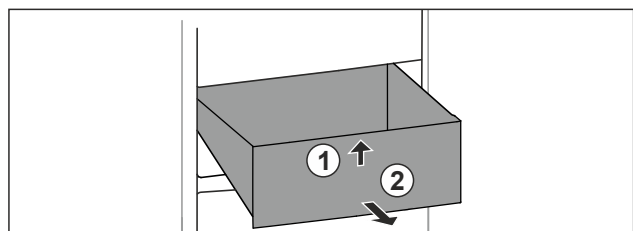

Fig. 114
- ▶ Emelje meg a fiók elejét. Fig. 114 (1)
- ▶ Vegye ki a fiókot előre felé. Fig. 114 (2)